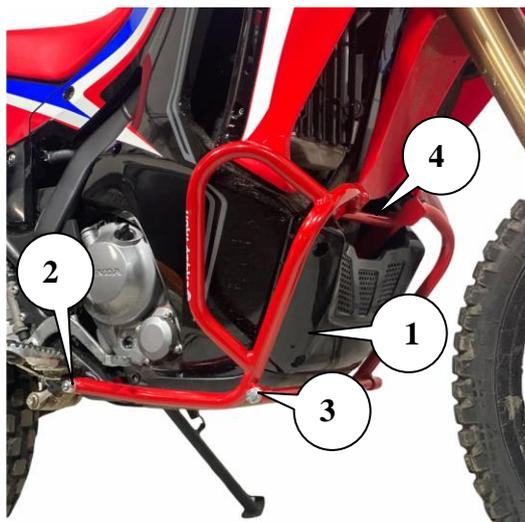
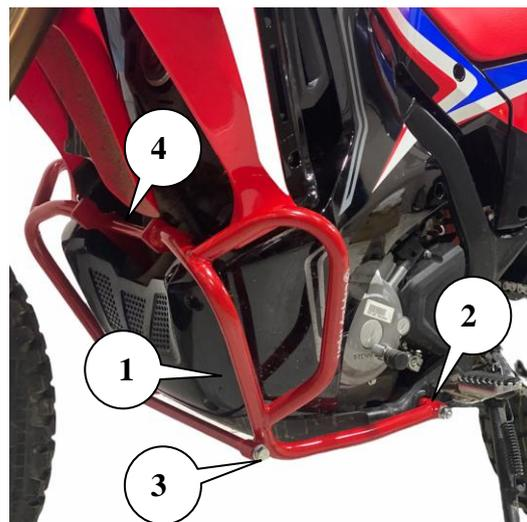
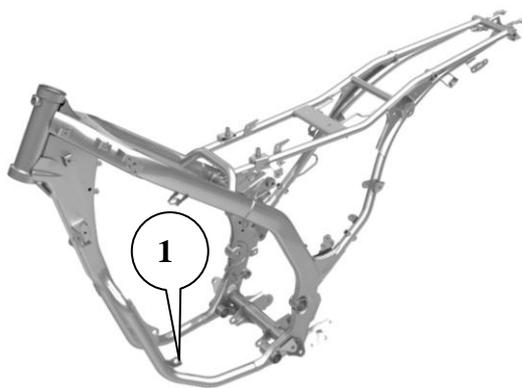

Рис.1. Установленные дуги вид справа
Рис.2. Установленные дуги вид слева Рис.1.
Рис.3. Точка крепления №1 на раме CRF300
*\*на рис.1 и рис.2 вышеуказанный болт скрыт кожухом. Более подробно точка крепления указана на рис.3*
2. Приложите правую половину дуги к правой стороне мотоцикла, как это показано на рис.1
8. Используя крепеж для позиции 3, таблицы №2, соедините правую и левую половины дуг между собой нижней соед.трубкой L=300 в точке №3 (см.рис.1 и рис.2)
9. Аналогично пункту №8, используя крепеж для позиции 4, таблицы №2, соедините правую и левую половины дуг между собой верхней соед.трубкой L=175 в точке №4 (см.рис.1 и рис.2)
11. Установите декоративные защитные колпачки на гайки, для точек крепления №2 (см. рис.1 и рис.2).